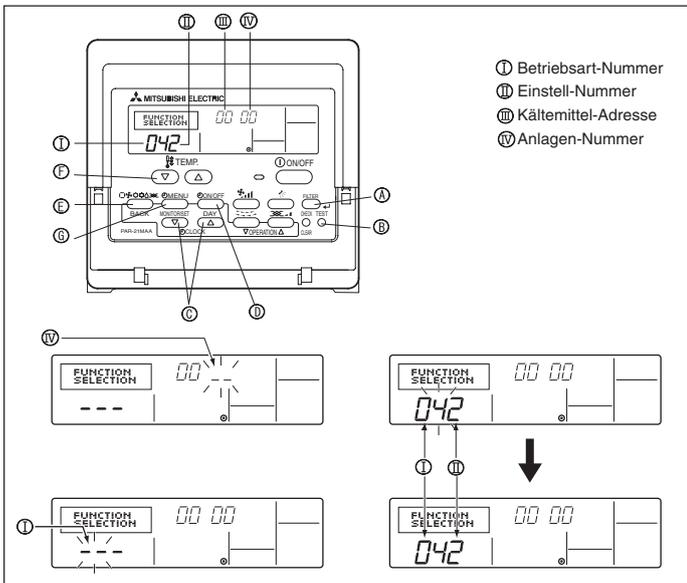

Fig. 6-9
1) Für die verdrahtete Fernbedienung (Fig. 6-9)
- ① Zum Funktionseinstellmodus gehen.